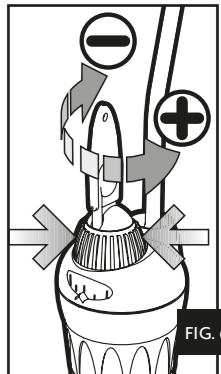

FIG. 6
- Hold the control knob (blue) with one hand so that the scale indicator does not move from the value of temperature you want to have and rotate the post-calibration knob (orange) toward + if the value of temperature you measured is lower than the one on the scale, or toward - in case the temperature you measured exceeds the one you have set (fig. 6). There are 6 preset positions, 3 toward + and 3 toward -. Each position corresponds to about 1°C. So if you have set a temperature of 24°C and you measure 22°C just turn the post calibration knob 2 steps toward +.
- Tenir le bouton de réglage principal (bleu) avec une main pour éviter à l'échelle de se déplacer de celle-là déjà fixée sur le point de repère et tourner le bouton de post-calibrage (orange) vers + si la valeur de la température que vous avez mesurée est plus basse de celle-là indiquée en correspondance du point de repère, ou vers - en cas la température mesurée est supérieure à celle indiquée par le point de repère (fig. 6). Le bouton de post-étalonnage peut être réglé sur 6 diverses positions, 3 vers le + et 3 vers le -. Chaque position correspond à peu près à 1°C. Si on a réglé le chauffe-eau sur une température de 24° et on mesure 22°C, il suffit de tourner le bouton de post-étalonnage 2 positions vers +.
- d. houd de blauwe draai-regelaar vast op de ingestelde waarde en draai de oranje draaiknop ten op- of -afhankelijk van het gemeten temperatuur (afb. 6). In elk richting (+ en -) kan maximaal tot 3 graden worden afge. 6). In elk richting (+ en -) kan maximaal tot 3 graden worden aangepast. Dat kan in drie stappen van elk 1 graad Celsius. Er is een voelbare click bij het bereiken van elk stap. Is het thermostaat bij voorbeeld ingesteld op 24 graden en er worden maar 22 graden gemeten houd u de blauwe regelaar op 24 graden vast, terwijl u de oranje draaiknop om 2 posities tegen u draait. Een ijken kan alleen binnen een band van zes graden gebeuren, 3°C naar + en 3°C naar -. **PROBEER ER NOOIT VERDER DAN DREI STAPPEN IN EEN RICHTING TE DRAAIEN!**
- d. Mantenga el botón de regulación principal (azul) con una mano para evitar que a la escala que se desplace de la ya fijada en el punto que marca y girar el botón de post calibración (naranja) hacia + si el valor de la temperatura que ha medido es más baja que la que se indica en el punto de referencia, o hacia - en el caso en que la temperatura obtenida sea superior a la indicada en el punto de referencia (fig. 6). El botón post-calibración se puede regular sobre 6 posiciones diferentes, 3 hacia el + y 3 hacia el -. Cada posición corresponde más o menos a 1°C. Si el termocalentador se ha regulado sobre una temperatura de 24° y se ha obtenido una temperatura de 22°C, basta con girar el botón de post-calibración 2 posiciones hacia +.